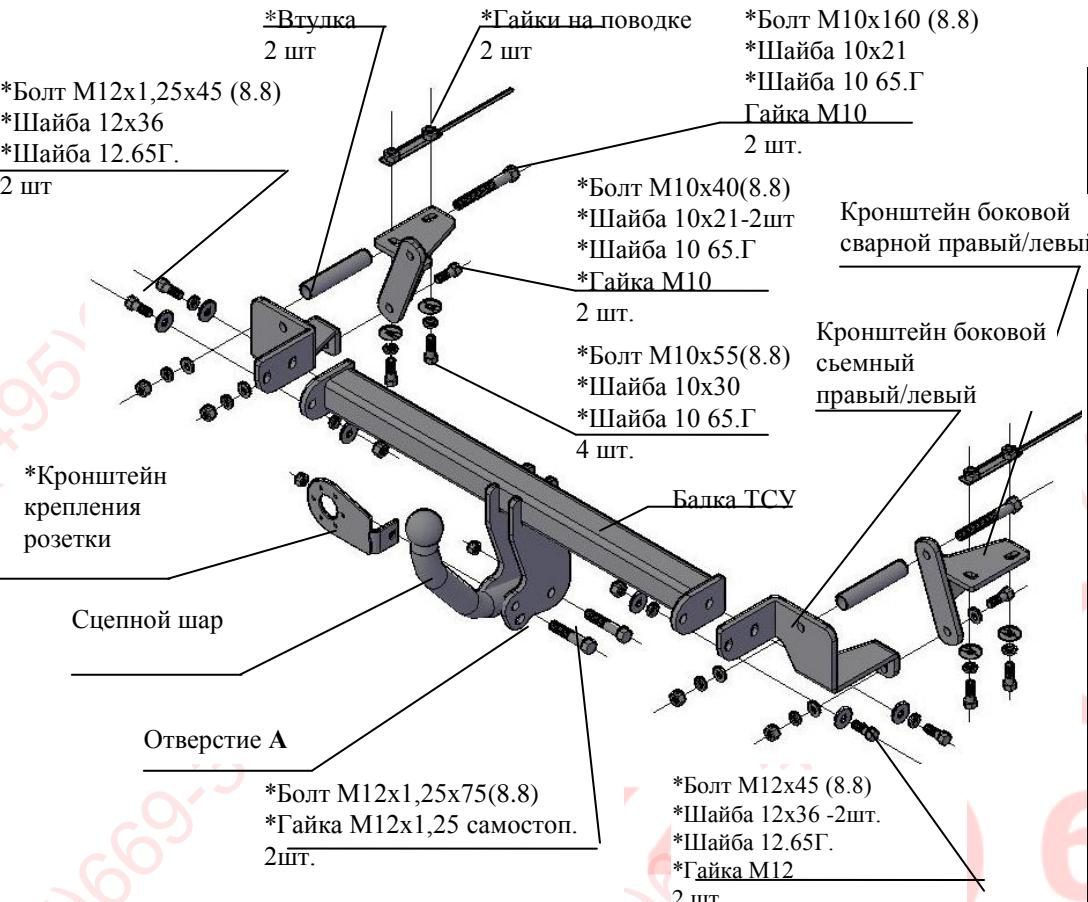
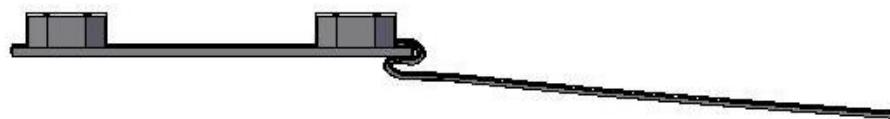

Рис.1 Тягово-сцепное устройство 9920
Рис.3 Вид согнутого поводка.
2.1 ТСУ 9920 в сборе (рис.1)	1 шт.
2.2 Пакет с комплектующими (см. рис.1)	1 шт.
4.4 Закрепить боковые сварные кронштейны (правый и левый соответственно рис.1) к нижним полкам лонжеронов а/м болтами M10x55, (используя гайки на поводке, поводок согнуть – см рис.3), под головки болтов подложить шайбы 10.65Г и шайбы 10x30. Крепеж не затягивать.
4.5 Закрепить съемные боковые кронштейны (правый и левый соответственно рис.1) к задней панели кузова а/м и к сварным боковым кронштейнам ТСУ болтами M10x40 и M10x160 (вставить втулки соответственно рис.1) и гайками M10, подложив под гайки шайбы 10.65Г и шайбы 10x21.